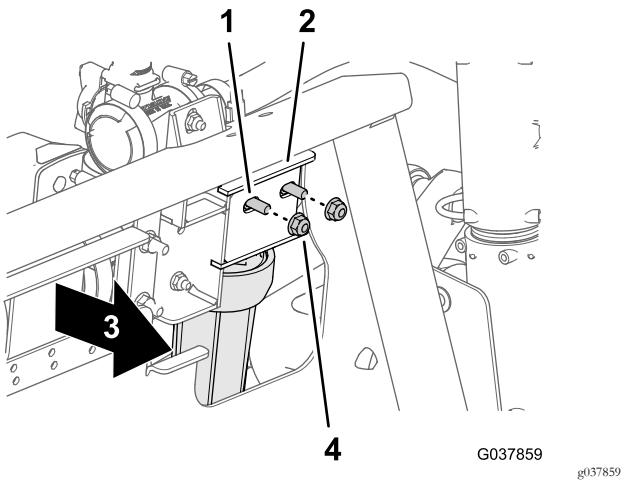

图62
3. 在阀安装架的左前侧卸下将压力过滤器固定至歧管支架的 2 个凸缘锁紧螺母 5/16 英寸 图 62。